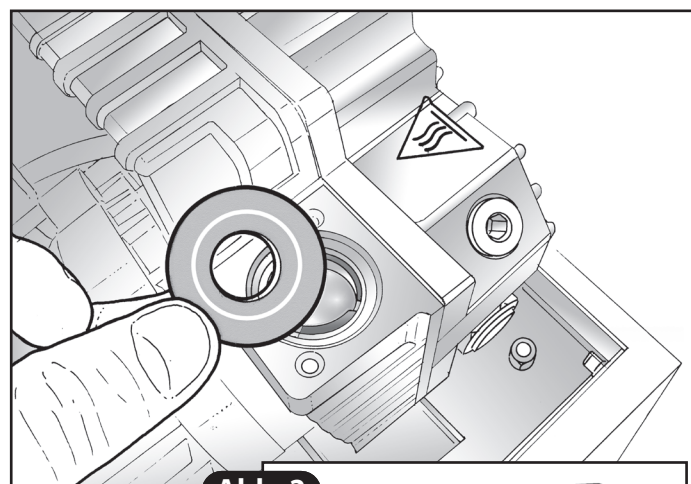

Abb. 2
- 4) Danach zuerst den Verschluss aus Gummi und dann den aus Stahl entfernen. Zustand des gesamten zugänglichen Saugabschnitts überprüfen und wenn nötig mit einem in Alkohol getränkten Lappen reinigen (**Abb. 2**).